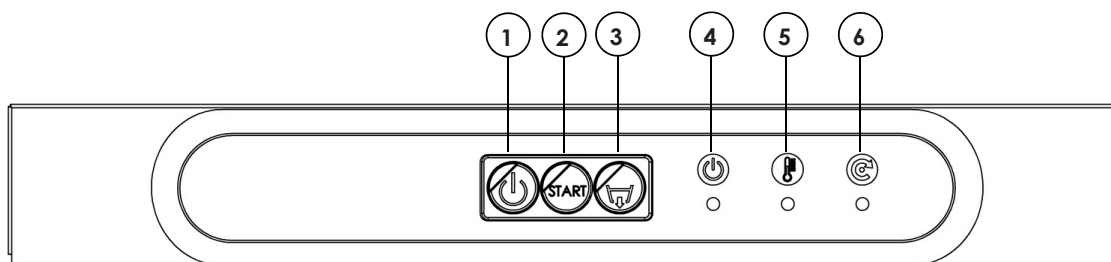

Рис. 14b
3. Выполните полный слив посудомоечной машины, если имеется сливной насос, запустите его, нажав и удерживая в нажатом состоянии КНОПКУ СЛИВНОГО НАСОСА (3 рис.14b, 14с)